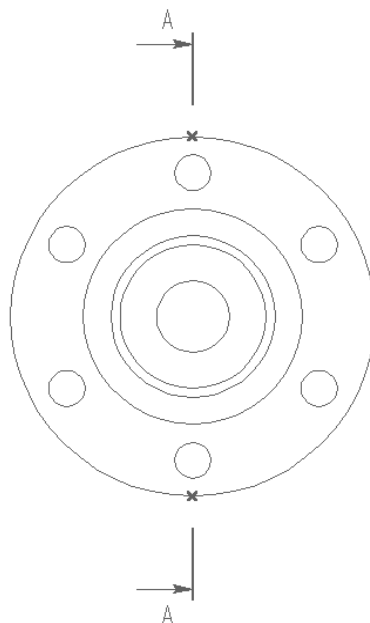

Рисунок 7.4 – Создание сечения
7. Выбрать последовательно две точки – пересечения линии и окружности. Для подтверждения создания сечения нажмите  в автоменю (рисунок 7.4).